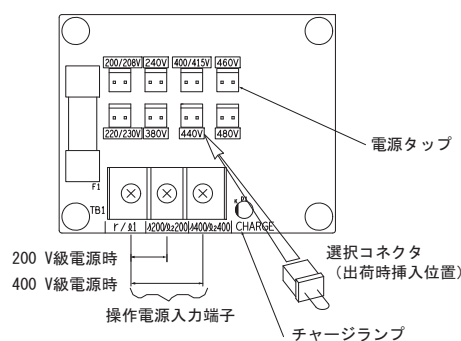

図 4.2 電源電圧選択コネクタ
4. インバータに供給する電源電圧に対応した位置（図 4.2 参照）に、コネクタを挿入してください。